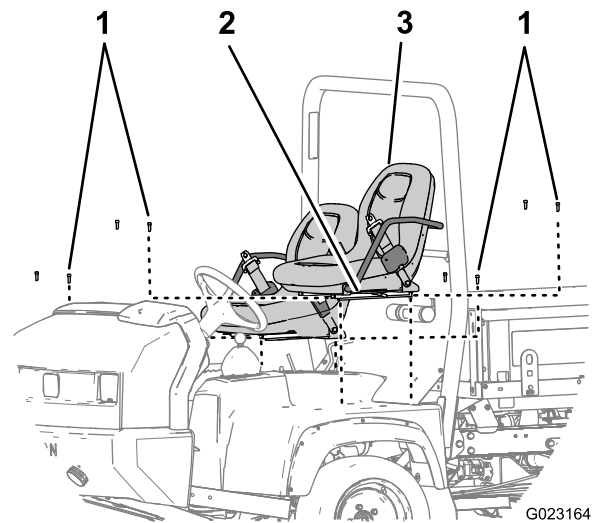

Figura 9
1. Retire los 8 pernos de cabeza allen que sujetan los raíles de los asientos al chasis, y retire los asientos (Figura 9).
2. Repita el paso 1 con el otro asiento (Figura 9).